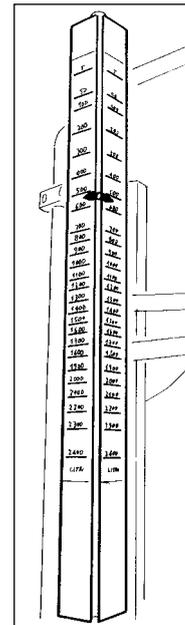

Abb. 68
- a) Externer "Trocken"-Stand; dieses System ermittelt den Stand in der Tankmitte und bietet eine bessere Präzision im Gefälle und zeigt die Reserve an, wobei es die Sicht aus der Fahrerkabine leichter macht (Abb. 68).